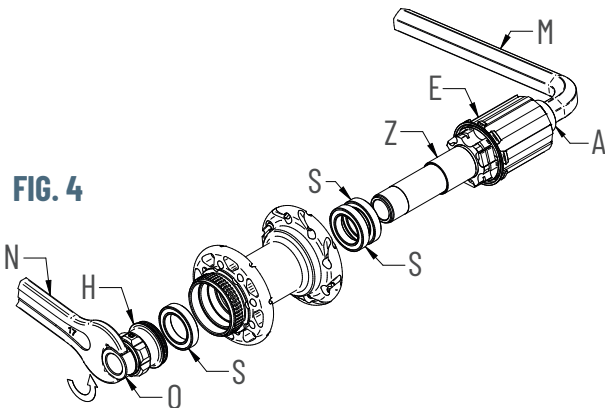

FIG. 4
- Inserite una chiave a brugola da 12 (M) sul lato destro del mozzo (Fig. 4).
- Con l'ausilio di una chiave tradizionale (N), svitate lo scontro (O).
- Inserite il perno nel corpo del mozzo facendo molta attenzione al corretto posizionamento dei cricchetti (Fig. 4).